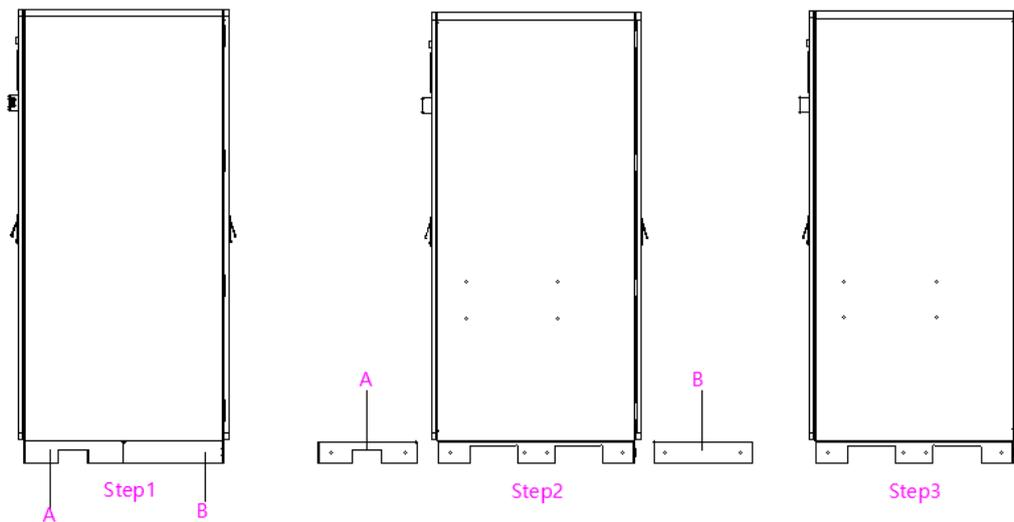

Abb. 4-1. Anweisung für das Auspacken und den Transport von Storion H30.
- (1) Der Gabelstapler sollte eine ausreichende Tragfähigkeit besitzen (mindestens 2 Tonnen).
- (2) Die Tiefe der Speicheranlage Storion H30 beträgt 1100 mm. Entsprechend sollten die Gabelzinken mindestens 1100 mm betragen.
- (3) Um die Speicheranlage Storion H30 sicher zu transportieren, muss die Speicheranlage vollständig durch die Gabellöcher auf den Gabelzinken aufgelegt werden. Die Gabellöcher werden in der Abb. 4-1 dargestellt.
- (4) Der Transport der Speicheranlage mit dem Gabelstapler sollte langsam, stabil und vorsichtig durchgeführt werden.
In der Abb. 4-1 werden die Zustände der Speicheranlage schematisch dargestellt.